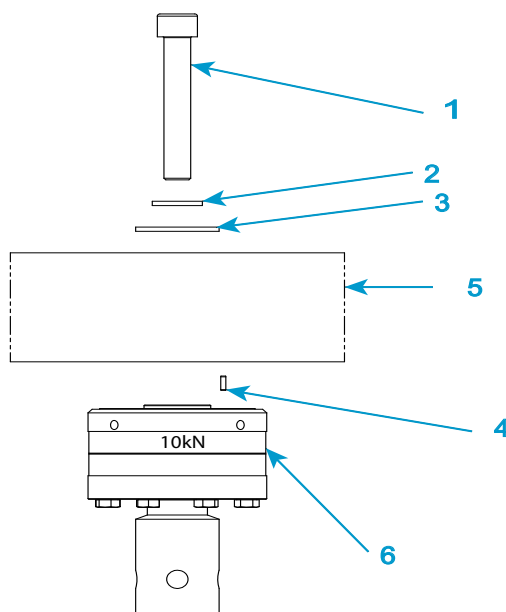

図18. 2530-10kN ロードセルの取り付け
説明 図 18
- 77 ページの図 18 とそれに関連する説明文を参照してください。